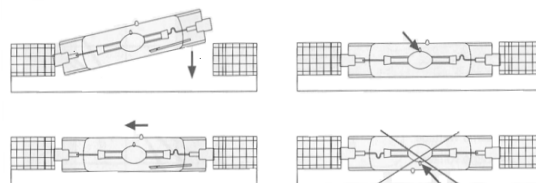

Рис.1
- 6.7 Вставить лампу согласно Рис. 1